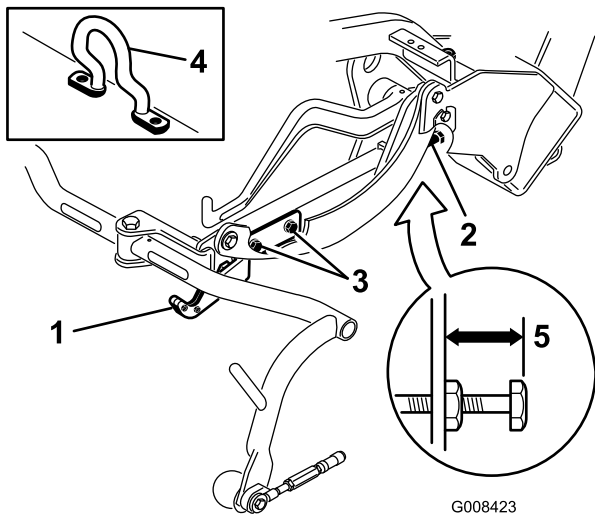

Figura 15
Si la unidad de corte está equipada con un gancho de elevación acodado, (Figura 15), continúe con el paso siguiente.
3. En unidades de corte equipadas con un gancho de elevación acodado (Figura 15, detalle) compruebe que la distancia entre la parte superior del tornillo de ajuste del bastidor de tiro y el borde trasero del bastidor de tiro es de 25 mm. Si la distancia no es de 25 mm, continúe con el paso 4.
- Afloje los tornillos de montaje de la pletina de transporte (Figura 13, Figura 14 y Figura 15).
- Si los bastidores de tiro no están a la misma altura, afloje la contratuerca del tornillo de ajuste del bastidor de tiro (Fig.Figura 13, Figura 14 y Figura 15). Gire el tornillo hacia fuera para elevar y hacia dentro para bajar. Apriete la contratuerca después de obtener la altura correcta.